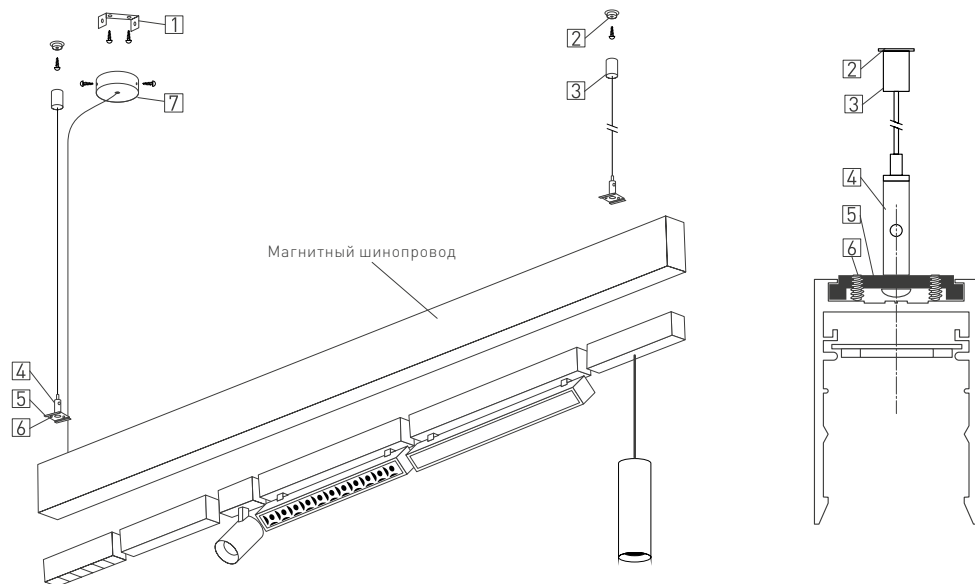

Рис. 3. Установка шинпровода на подвес
- 3.8. Установите в паз профиля скобу тросового подвеса [5] с цанговым зажимом [4] и зафиксируйте с помощью винтов [6], как показано на рис. 3.